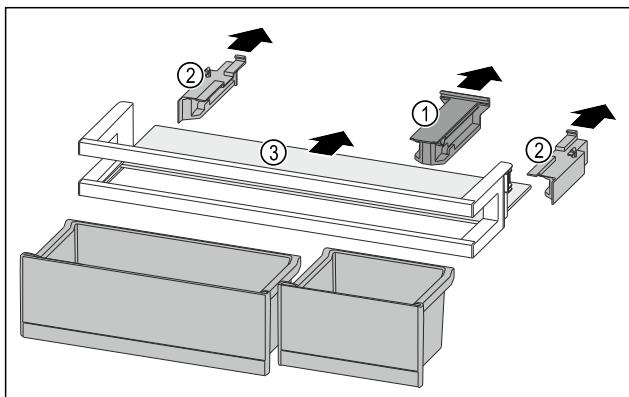

Fig. 92
- Desprindeți piesa de susținere Fig. 92 (1).
- Desprindeți piesele laterale Fig. 92 (2).
- Extragăti raftul Fig. 92 (3).